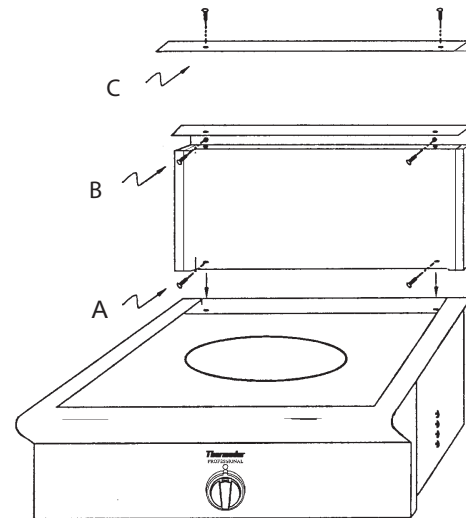

Figure 12 : Pose de la plaque de protection basse
1. Glissez la plaque de protection sur les deux brides à l'arrière de l'appareil. Fixez l'avant et l'arrière à l'aide des deux vis (voir A à la Figure 12) qui vous sont fournies.
2. Fixez le haut de la plaque de protection au mur avec les deux vis qui traversent la plaque (voir B à la Figure 12).
3. Posez le rebord de la plaque de protection sur le dessus puis vissez les deux vis à tête fraisée fournies (voir C à la Figure 12)